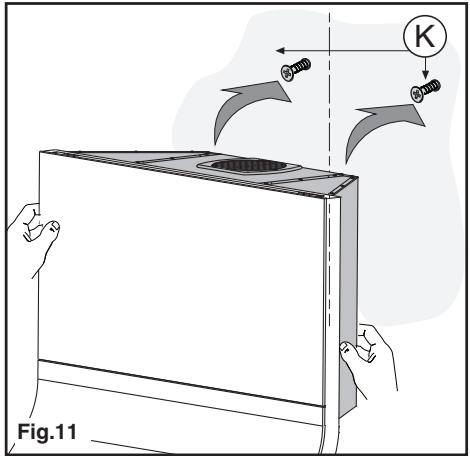

Fig.11
- Agganciare l'apparecchio al muro sulle due viti **K** (Fig.11).